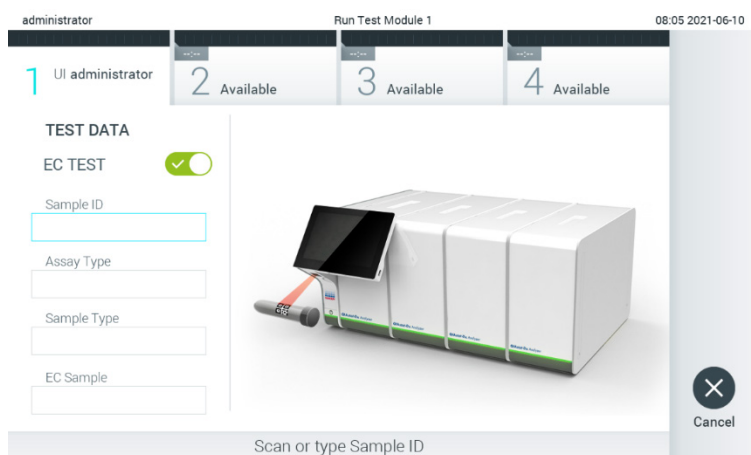

Figura 89. Acționarea butonului de comutare EC Test (Testare EC) pentru activarea unei testări EC.
2. Acționați butonul de comutare EC Test (Testare EC) (Figura 89).
3. Atunci când vi se solicită acest lucru, scanați codul de bare pentru ID-ul probei, folosind cititorul de coduri de bare integrat în modulul operațional (Figura 89).